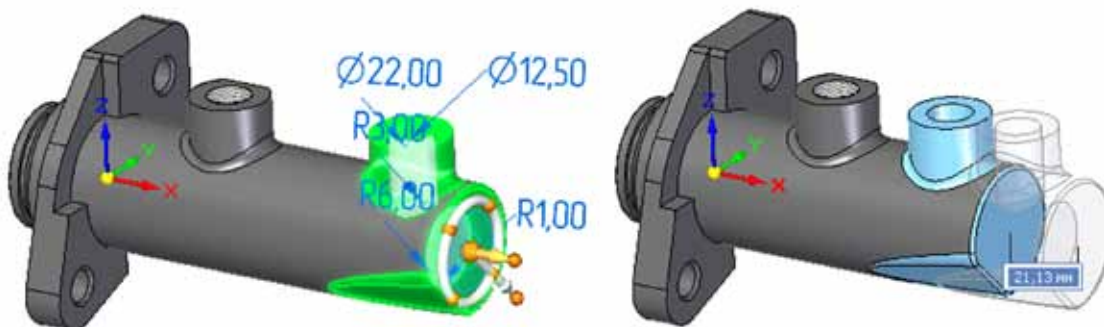

Рисунок 56. Операция «растягивания» граней детали
- **Операция «растягивания» граней детали.** Очень эффективный инструмент внесения изменений, как в импортированную модель, так и в существующие модели Solid Edge. Достаточно выбрать несколько граней, задать направление и указать необходимое расстояние (Рисунок 56). Аналогичная операция существует в 2D, причем не только в Solid Edge.